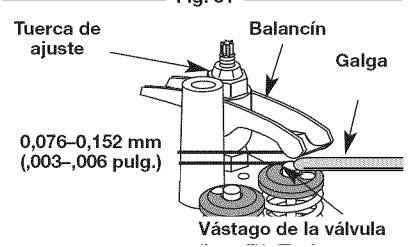

Fig. 32
- 7. Deslice la galga entre el brazo oscilante y el resorte de retorno de la válvula. Mida el huelgo entre el vástago de la válvula y el brazo oscilante (Fig. 32). Realice esto en las válvulas de entrada y de escape.
- a. Gire la tuerca de ajuste con una llave de 8 mm (5/16 pulgadas) o una guía de tuercas (Fig. 32).